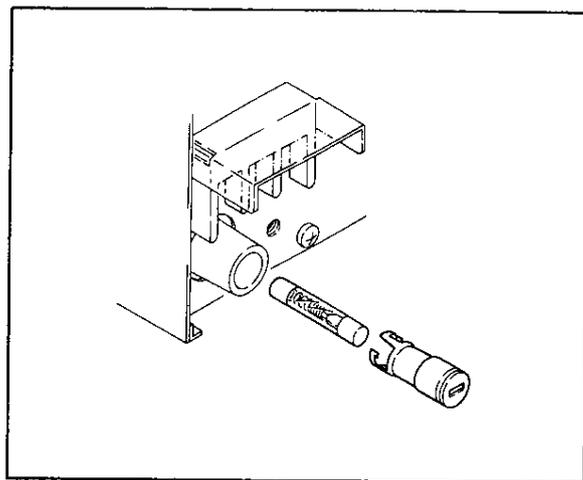
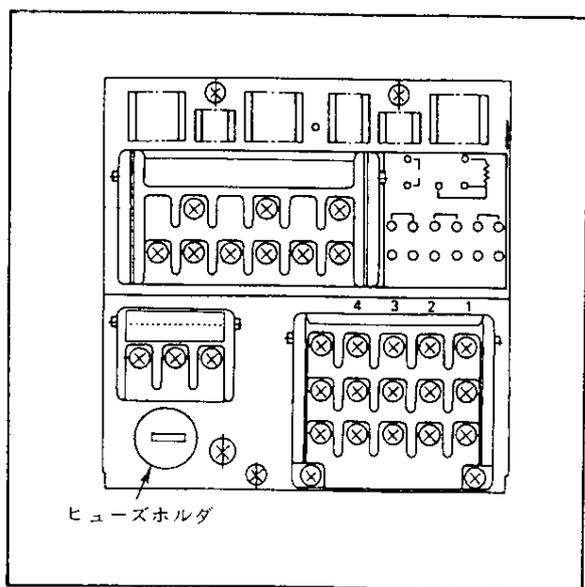

図 6.5
図 6.4
- (1) 内器を引き出し、POWERスイッチをOFFにします（必ず内器引出し金具を使用してください）。
- (3) 定格表示に合った新しいヒューズを交換し、キャリアをねじ込みます（図6.5）。
- (2) 本器の背面にヒューズホルダがあります（図6.4）。ヒューズホルダのキャリアを反時計方向に回すとキャリアがヒューズと共に抜けます（図6.5）。